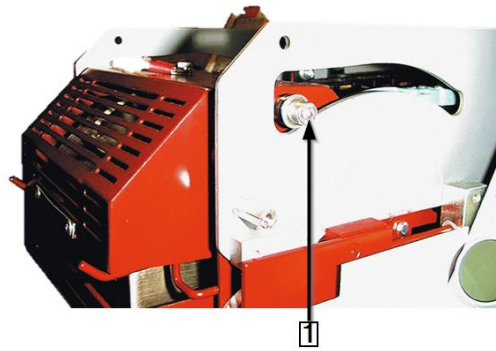

Abb. 61 : Fűtőelem csapágycsavarja
- ➔ Mozdítsa a fűtőelemet tovább előre addig, míg teljesen elől van. Akárcsak a Abb. 61 ábrázolásában, oldalszám 100.
- ➔ Mindig a hosszabb csavart (1) távolítsa el és szerelje le a csapágy alkatrészcsoportot a csapágy csavarnál (1).